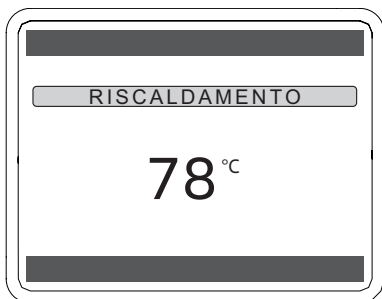

Figura 2.9
- Premere il tasto (✓) per confermare Figura 2.9.